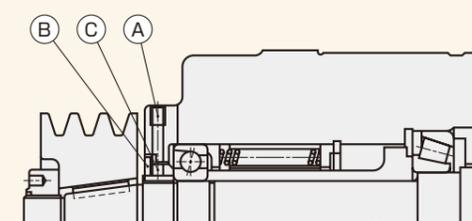

図5 SH…NW形
- ①の六角穴付き止めねじを外す(図5参照)。
- ①を外した穴に丸ナット②回り止めねじを合わせ、六角レンチを差し込んで、六角穴付き止めねじ③を緩める(図5参照)。